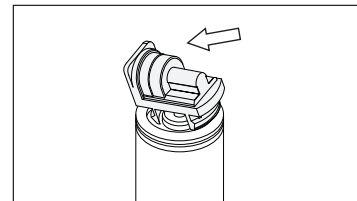

Figure 6
3. Fixer la valve doseuse au-dessus de la pile à combustible en dirigeant la tige dans la direction opposée du visage et du corps (voir la figure 6).
4. Insérer l'arête avant de la valve doseuse dans la lèvre de la pile à combustible (voir la figure 6).